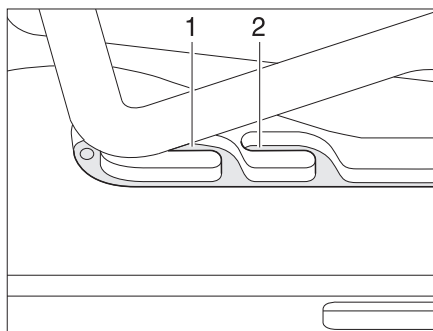
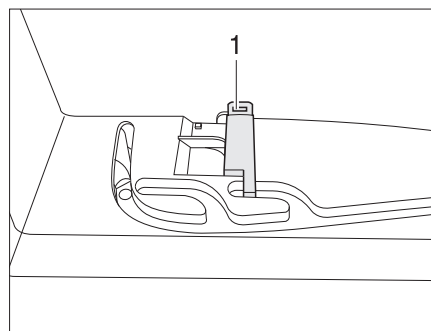

Fig. 45 Claraboya Heki en posición de ventilación
Fig. 46 Bloqueo de la posición de ventilación
La claraboya Heki se puede colocar en dos posiciones de ventilación: Posición de mal tiempo (Fig. 45,1) y posición mediana (Fig. 45,2). Según el modelo, la claraboya podrá ser bloqueada en la posición mediana con el pestillo (Fig. 46,1).
- Presionar el estribo ligeramente hacia arriba y empujarlo en la guía seleccionada (Fig. 45,1 ó 2) y, si fuera necesario, bloquearlo.